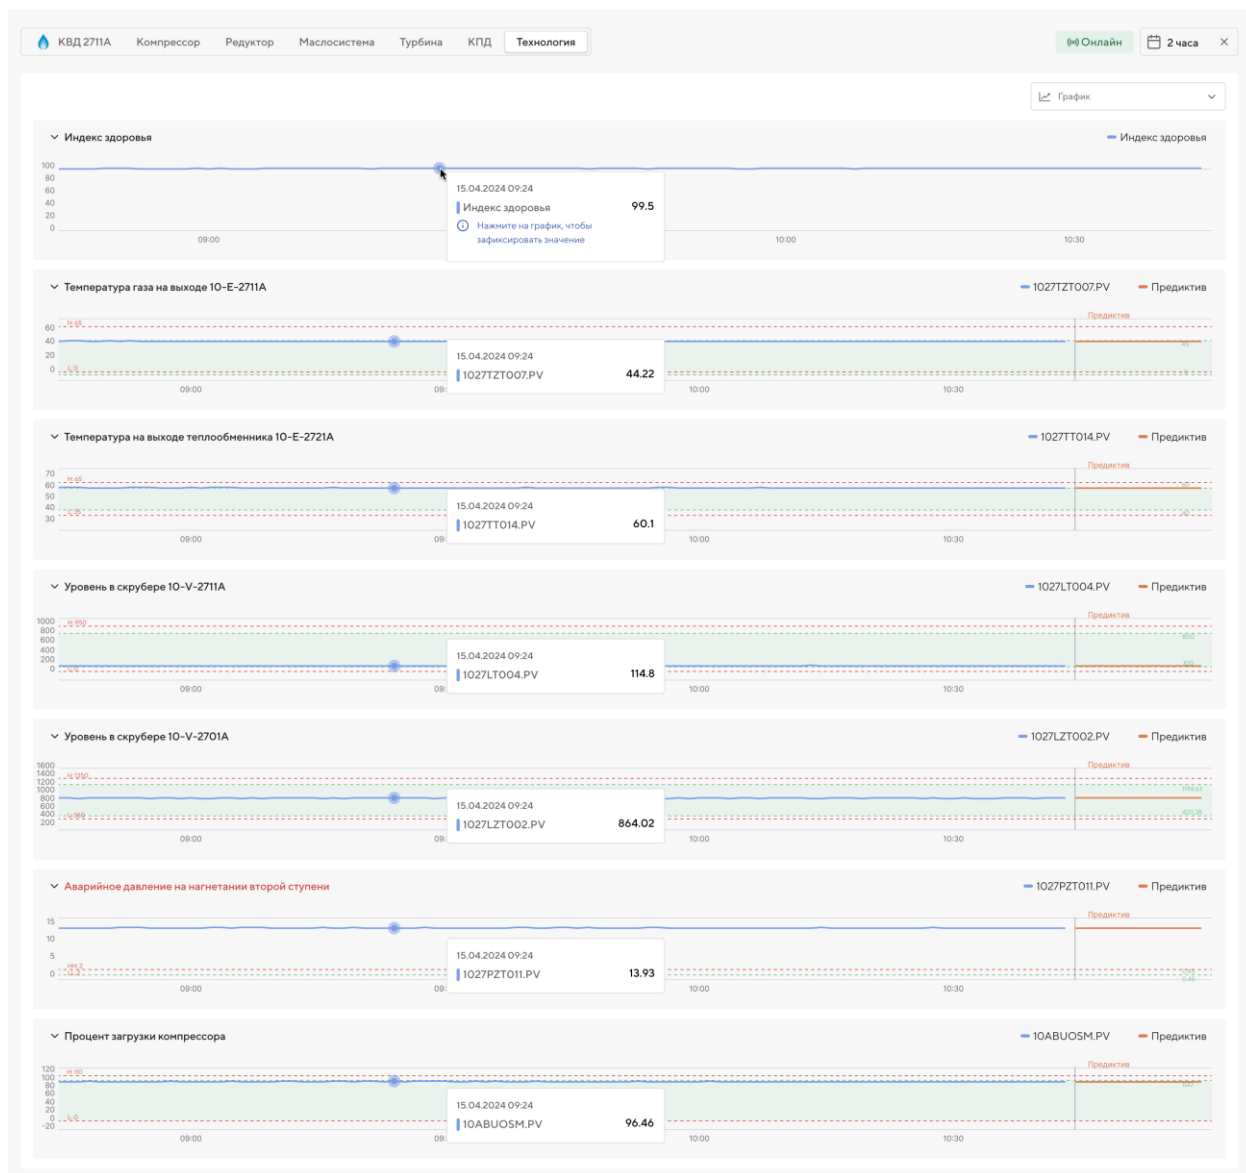

Рисунок 142 – Страница вкладки «Технология»
На странице вкладки **«Технология»** (Рисунок 142) в графическом виде отображается информация о состоянии технологических узлов оборудования.
6. Наведите указателя мыши на график. Откроется дополнительное окно с детальной информацией об измеряемых параметрах датчика в выбранный момент времени (Рисунок 142). Дополнительное окно отображается сразу на всех графиках.